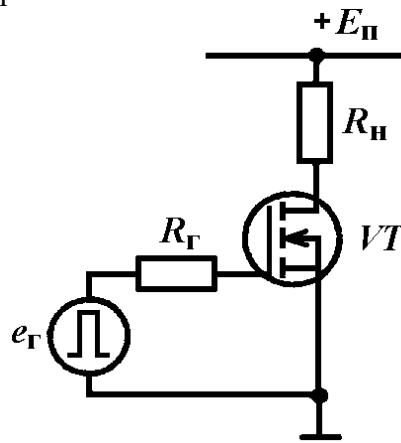
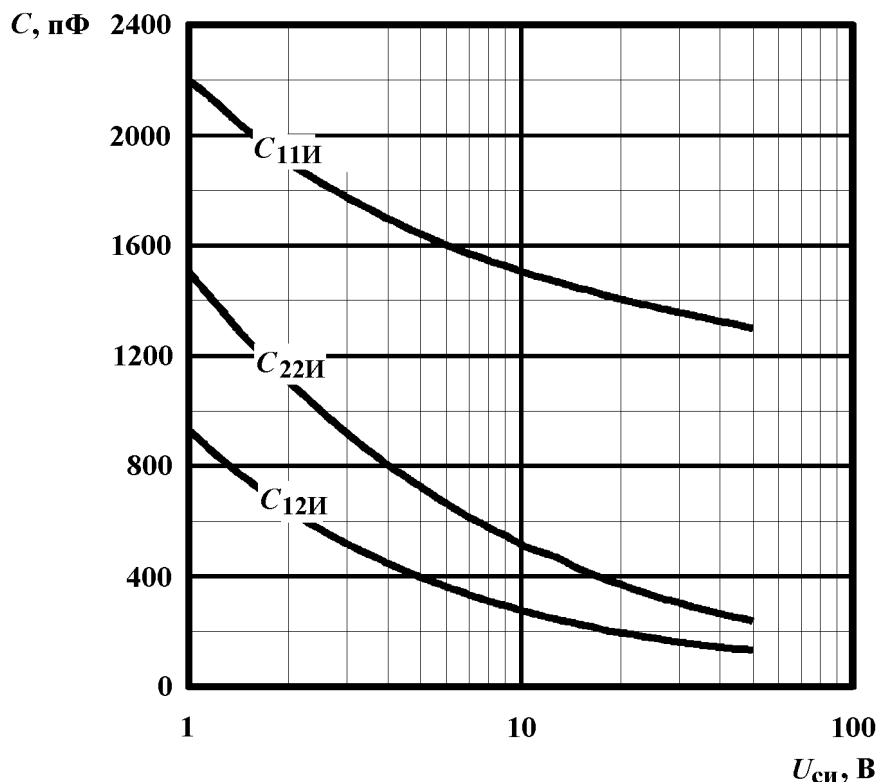

Рис. 3. Ключ на МДП-транзисторе
Рис. 4. Зависимости входной  $C_{11\text{И}}$ , проходной  $C_{12\text{И}}$  и выходной  $C_{22\text{И}}$  емкостей МДП-транзистора от выходного напряжения
Представление и содержание оценочных материалов	<p>После изучения соответствующего раздела дисциплины студенту предлагается выполнить домашнее задание с целью закрепления навыков практических расчетов и проектирования узлов силовой электроники, представленное в виде объемной задачи с исходными данными в соответствии с вариантом, с подробным развернутым решением.</p> <p>Примеры домашних заданий</p> <p>1. Определите мощность потерь в диоде, работающем в схеме на рис. 1, если он переключается из проводящего состояния в непроводящее (и наоборот) перепадом напряжений с <math>E_{r1} = 50</math> В до <math>E_{r2} = -50</math> В (и наоборот). Частота переключения диода <math>f = 20</math> кГц, скважность импульсов напряжения <math>e_r Q = 2</math>, сопротивление внешней цепи <math>R = 10</math> Ом, падение напряжения на диоде в прямом направлении в импульсном режиме <math>U_{пр.и} = 1</math> В, сопротивление утечки диода <math>100</math> кОм, время жизни носителей в базе диода <math>\tau_{эфф} = 10</math> нс, значение барьерной емкости <math>p-n</math>-перехода диода при обратном напряжении <math>20</math> В <math>C_b = 10</math> пФ. Контактная разность потенциалов <math>p-n</math>-перехода равна <math>0,6</math> В, <math>p-n</math>-переход считать плавным.</p>  <p>Рис. 1. Диодный ключ</p> <p>2. Рассчитать мощность потерь в транзисторе, работающем в ключевом режиме в схеме на рис. 2. <math>E_{п} = 50</math> В, <math>R_{п} = 20</math> Ом, <math>\beta = 20</math>, запирающее напряжение <math>E_{r1} = 4</math> В, запирающее напряжение <math>E_{r2} = -2</math> В, <math>R_r = 10</math> Ом, модуль коэффициента передачи тока на частоте <math>f_1 = 1</math> МГц <math> \beta(f_1)  = 5</math>, барьерная емкость коллекторного перехода при нулевом напряжении <math>C_k = 2</math> нФ, контактная разность потенциалов перехода <math>0,6</math> В, переход резкий. Падение напряжения на насыщенном транзисторе <math>U_{кэ.нас} = 0,2</math> В, входное напряжение в состоянии насыщения <math>U_{бэ.нас} = 0,9</math> В. Временем задержки включения пренебречь. Транзистор переключается с частотой <math>f = 10</math> кГц, скважность управляющих импульсов <math>e_r Q = 2</math>.</p>  <p>Рис. 2. Ключ на биполярном транзисторе</p> <p>3. Определить, откроется ли транзистор (рис. 3) вследствие эффекта <math>du/dt</math>, если время нарастания напряжения <math>u_{си}</math> при выключении составляет <math>20</math> нс. <math>E_{п} = 80</math> В, <math>R_r = 5</math> Ом, падение напряжения на открытом транзисторе <math>U_{си.нас} = 2</math> В, пороговое напряжение</p>
отпирающего транзистора  $U_{\text{зи.пор}} = 2 \text{ В}$ , зависимости емкостей транзистора от напряжения приведены на рис. 4.
4. Рассчитать мощность потерь в МДП-транзисторе, работающем в ключевом режиме в схеме на рис. 3.  $R_{\text{Г}} = 5 \text{ Ом}$ , амплитуда отпирающего напряжения  $E_{\text{Г}1} = 15 \text{ В}$ , амплитуда запирающего напряжения  $E_{\text{Г}2} = -15 \text{ В}$ ,  $E_{\text{п}} = 50 \text{ В}$ ,  $R_{\text{н}} = 10 \text{ Ом}$ , крутизна проходной вольт-амперной характеристики транзистора  $S = 10 \text{ А/В}$ , внутреннее сопротивление транзистора в открытом состоянии  $r_{\text{си.отк}} = 0,1 \text{ Ом}$ , пороговое напряжение отпирающего транзистора  $U_{\text{зи.пор}} = 2 \text{ В}$ . Транзистор переключается с частотой  $f = 20 \text{ кГц}$ , скважность следования управляющих импульсов  $e_{\text{Г}}$   $Q = 2$ . Зависимости внутренних емкостей транзистора от напряжения приведены на рис. 4.